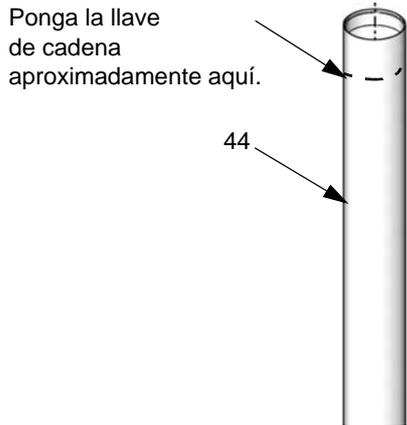
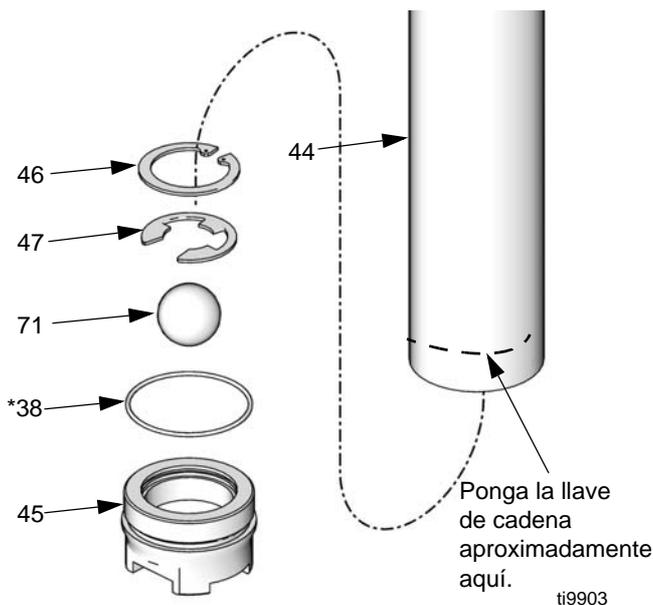

FIG. 16
FIG. 17
1. Utilice una llave de cadena cerca de la parte superior del tubo de aspiración, en el punto indicado en la FIG. 16, y una llave en la parte plana de la válvula de pie (45) para aflojar la válvula de pie del tubo de aspiración (44). Para no dañar el tubo de aspiración, no retire la válvula de pie hasta que se le indique hacerlo, en el paso 3.
**NOTA:** Cuando retire el tubo de aspiración, tenga mucho cuidado de no doblarlo, mellarlo ni dañarlo. Para evitar daños, use la llave de cadena sólo en las partes superior e inferior del tubo de aspiración, tal como se indica en las FIG. 16 y FIG. 17. No aplique la llave a la parte central del tubo de aspiración.
2. Con la válvula de pie aún colocada para soportar el tubo de aspiración, utilice una llave de cadena cerca de la parte inferior del tubo de aspiración, en el punto indicado en la FIG. 17 para aflojar el tubo de aspiración (44) del cuerpo de la bomba (34).
3. Retire el conjunto de la válvula de pie del tubo de aspiración (44).
4. Retire el anillo de retención (46), el anillo de presión (47), la bola (71) y la junta tórica (38\*) de la válvula de pie (45). Inspeccione todas las piezas en busca de daños. Consulte FIG. 17.